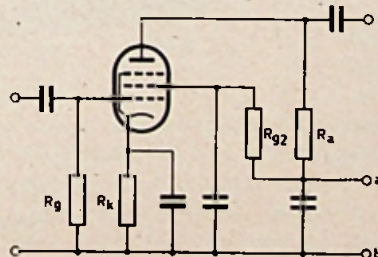

Fig. 6
② De in het schema van fig. 6 getekende LF-versterker wordt gevoed door een tussen de punten a en b aangesloten spanningsbron met een emk van 302 V en een verwaarloosbare inwendige weerstand.